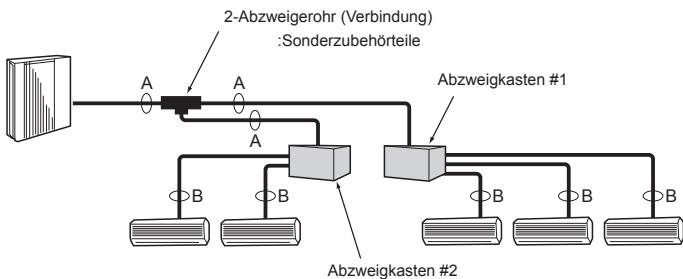

Fig. 4-4
4.3.2. Verbindung mit Abzweigkasten (Fig. 4-4)